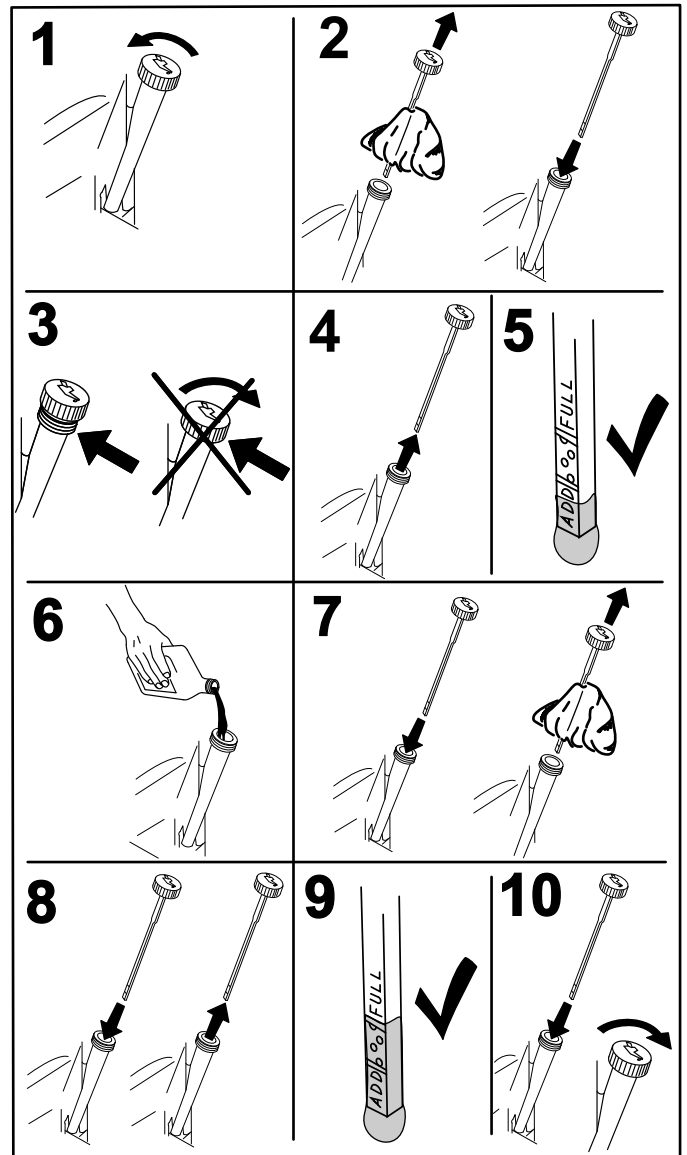

Figure 41
2. Avant de quitter la position de conduite, coupez le moteur, enlevez la clé de contact et attendez l'arrêt complet de toutes les pièces mobiles (Figure 41).